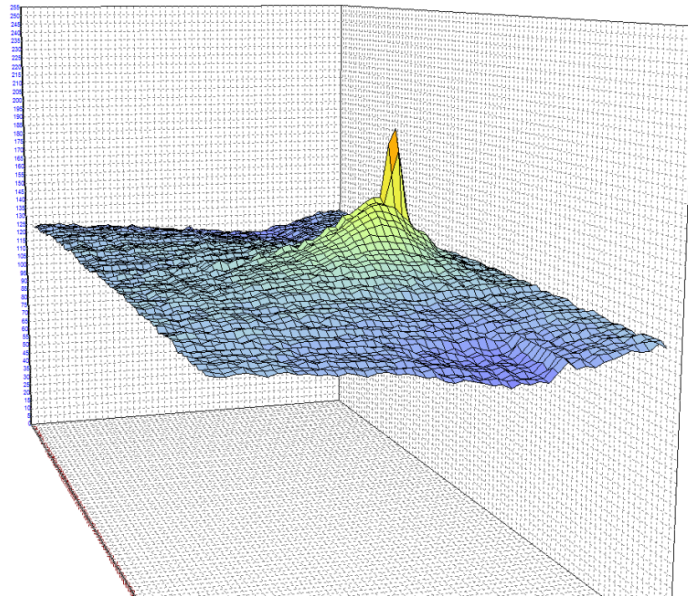

Figure 5-13: 手指按壓觸控屏 Bending 視窗示意圖
- ◆ 下圖 Figure 5-13 示意單指按壓 Bending 情況。